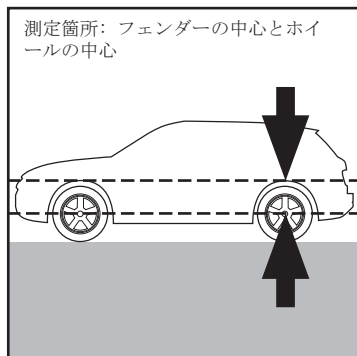

図 1、静止状態の車
- 2 静止状態で印をつけたホイールの中心とフェンダーの中心（図 1）の間隔を測り、その値をメモしてください（メモするためのスペースは 23 ページにあります）。
縮んだ状態の間隔 (図 1)	- 40,0 cm
縮んだ状態の間隔 (図 1)	- 41,0 cm